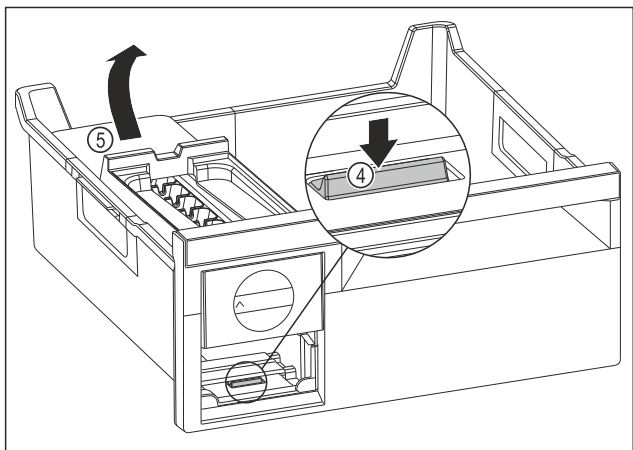

Fig. 106
- ▶ Вийняти корпус EasyTwist-Ice: натиснути накладку Fig. 106 (4) пальцем вниз і одночасно підняти корпус EasyTwist-Ice Fig. 106 (5) ззаду іншою рукою.